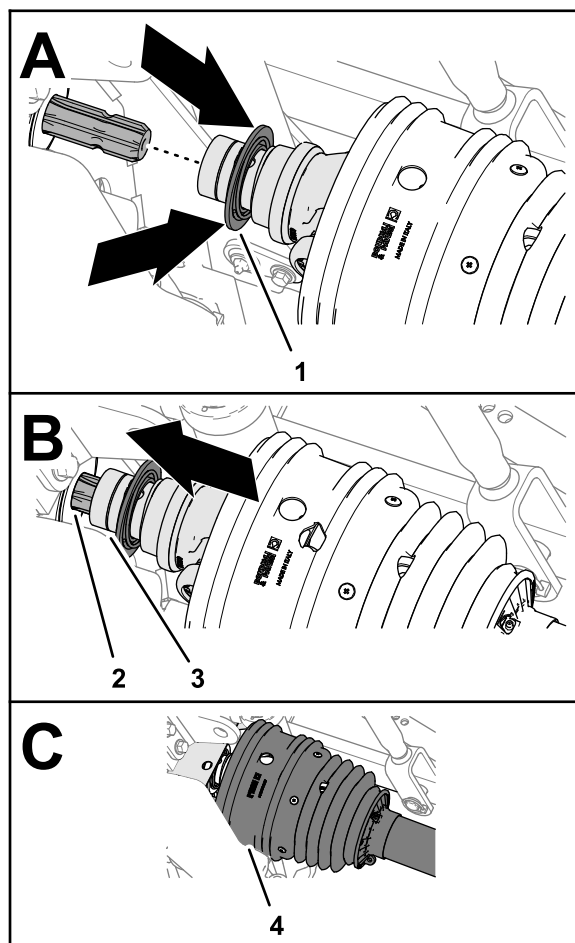

Figure 31
2. Repoussez la bague de blocage du raccord rapide vers l'arrière (Figure 31).
3. Tout en repoussant la bague de blocage, tirez la chape de l'arbre d'entraînement de la PDF vers l'avant et faites glisser la douille de l'accouplement par-dessus les cannelures de l'arbre de sortie de la PDF (Figure 31).
5. Vérifiez que la protection recouvre la chape de l'arbre d'entraînement (Figure 31).